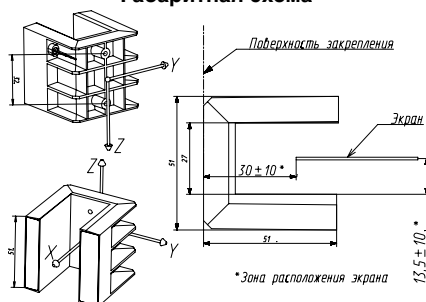

Рис.1
Размеры зоны расположения экрана относительно корпуса датчика (по координатам X и Y)	См. рис. 1
Изменение положения срабатывания при смещении экрана в пределах зоны расположения (по координатам X и Y, см. Рис. 1)*	+/- 20 mm
5.1. Закрепление датчика производится на плоской поверхности (см. рис. 1). Материал поверхности закрепления может быть любым.